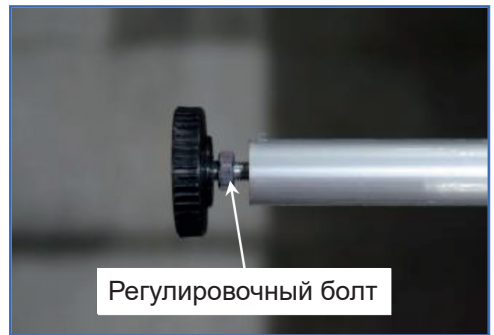

Рис. 11
•На другом конце опоры находится регулировочный болт для окончательного выравнивания установленных боковых консолей (рис. 11).